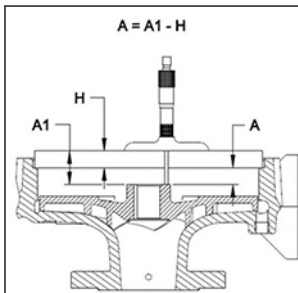
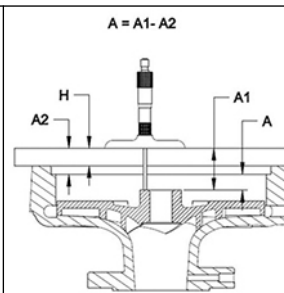

Bild 54: Goulds mätstång
Bild 55: Generisk mätstång
Om du använder ITT/Goulds K14153A mätstångssats, se Bild 54: Goulds mätstång on page 90, för en generisk stång Bild 55: Generisk mätstång on page 90.
- 4 Mät upp från stångens ovansida till pumphjulsnavets funktion enligt Bild 55: Generisk mätstång on page 90 och registrera i fältet "A1".
- 5 Mät från stångens ovansida till pumphusets packningsyta så som visas i Bild 55: Generisk mätstång on page 90 och registrera i "A2"-fältet
- 6 Subtrahera A2 från A1 och registrera i fältet "A" ($A=A1-A2$) -- se Bild 55: Generisk mätstång on page 90.
- 8 Mät upp från stångens ovansida till pumphjulsnavets funktion enligt Bild 54: Goulds mätstång on page 90 och registrera värdet i fältet "A1".
- 10 Placera stången över höljet enligt Bild 55: Generisk mätstång on page 90, mät överdelen av stången till hylsans ansats och registrera värdet i fältet "B1".